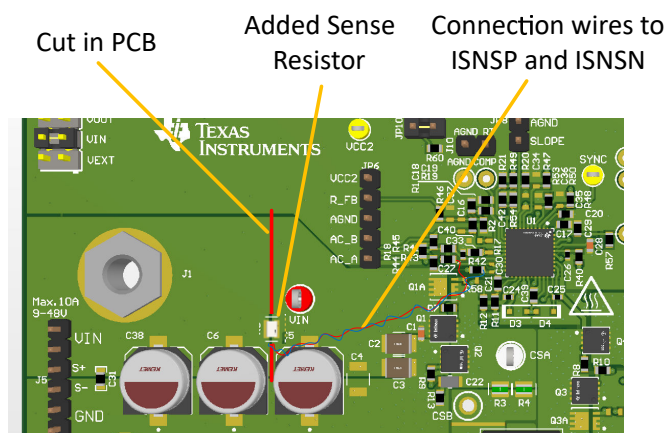
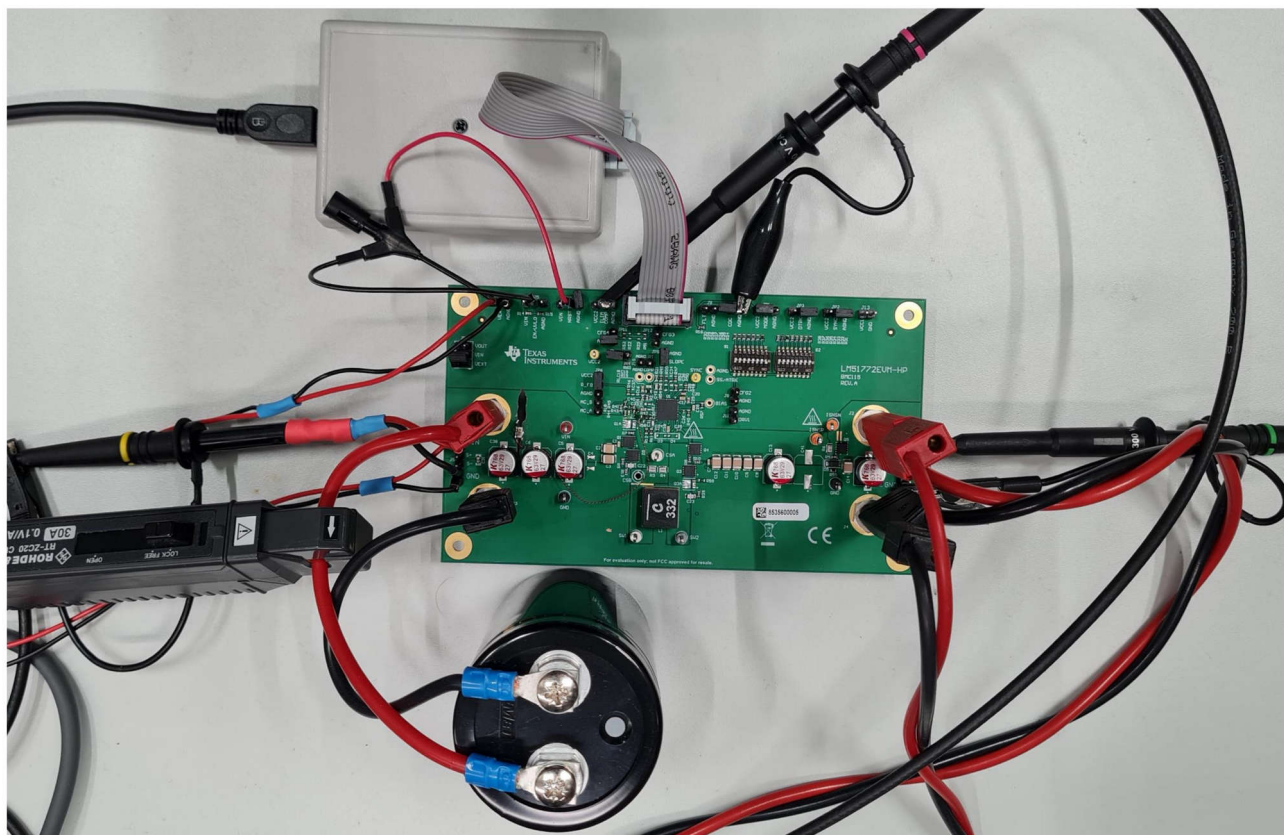

図 5-1. 評価基板の変更
図 5-2. ハードウェア設定
- アプリケーションの負荷 (V_{System}) = 0.5A (CC)
- **LM51772EVM-HP** は、平均電流センス抵抗を出力側に取り付けています。これにより、出力側で定電流を制御できます。このアプリケーションでは、ストレージ コンデンサへの定電流充電が推奨されます。そのためには、平均電流センス抵抗を基板の入力側に配置する必要があります。このため、評価基板にも変更が加えられています。基板の変更については、図 5-1 および 図 5-2 を参照してください。